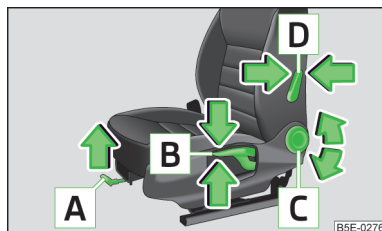

Fig. 46
Descrizione dell'immagine» fig. 46
- Tirare la leva **A** » fig. 46 nella direzione della freccia e spingere il sedile nella direzione desiderata.
- Tirare o premere nuovamente la leva **B** » fig. 46 in direzione di una delle frecce.
- Sollevarsi dallo schienale (non appoggiarsi) e ruotare la manopola **C** » fig. 46 in direzione di una delle frecce.
- Premere la leva **D** » fig. 46 in direzione di una delle frecce.